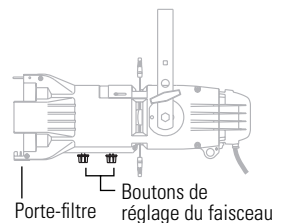

Figure 5
1. Desserrer le(s) bouton(s) de réglage du faisceau situé(s) sur la partie inférieure du corps. Voir la **Figure 5**.